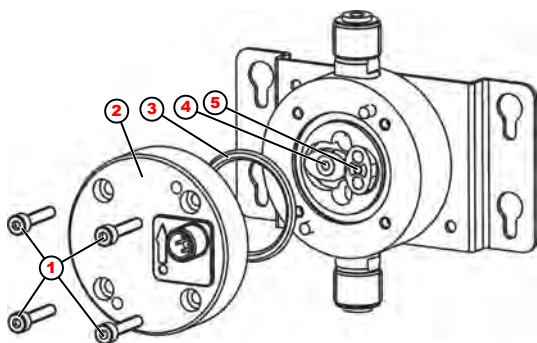

Fig. 21 : Entretien
1. Desserrer les 4 vis (Fig. 21 , point 1) du compteur à roues ovales.
2. Enlever le couvercle (Fig. 21 , point 2).
3. Retirer les deux roues ovales (Fig. 21 , point 4 + point 5) et les nettoyer ou les remplacer.
Il est recommandé de remplacer systématiquement le joint torique d'étanchéité (Fig. 21 , point 3) entre le couvercle et le boîtier.